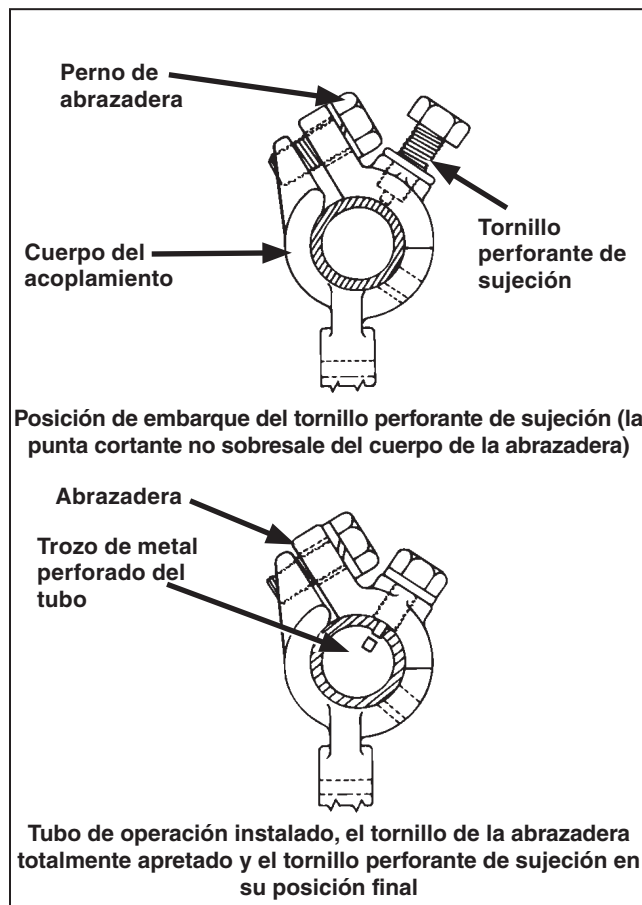

Figura 11. Instalación del acoplamiento del tubo con tornillos perforantes de sujeción.
PASO 8. El tubo de operación de interfaz, el tubo de operación vertical y la palanca de operación giratoria utilizan tornillos perforantes de sujeción para acoplarse con el tubo de operación. Vea la Figura 11. Antes de instalar las secciones de tubo de interfaz, verifique que la punta cortante de cada tornillo perforante de sujeción no sobresalga del cuerpo del acoplamiento.